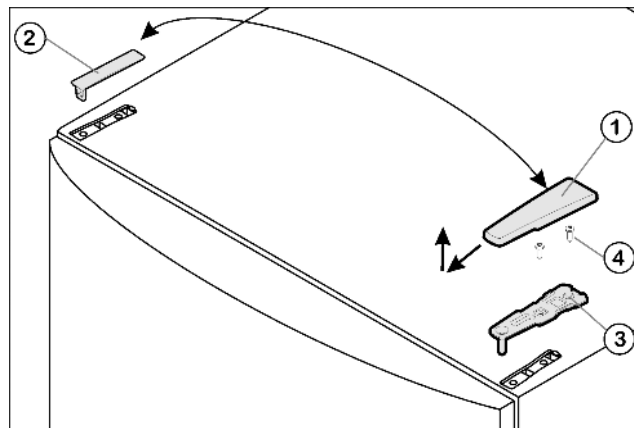

Fig. 4
- Потяните крышку Fig. 4 (1) вперед и вверх.
- Снимите крышку Fig. 4 (2).
- Открутите верхний опорный кронштейн Fig. 4 (3) (2 шт. Torx® 25) Fig. 4 (4) и вытяните вверх.
- ▶ Установите верхний опорный кронштейн *Fig. 4 (3)* на новой стороне шарнира и защелкните в дверце.
- ▶ Привинтите верхний опорный кронштейн (с моментом 4 Нм) (2 шт. Torx® 25) *Fig. 4 (4)*. При необходимости проделайте отверстия или используйте аккумуляторную отвертку.
- ▶ Наденьте и защелкните крышку *Fig. 4 (1)* и крышку *Fig. 4 (2)* на противоположной стороне снаружи.